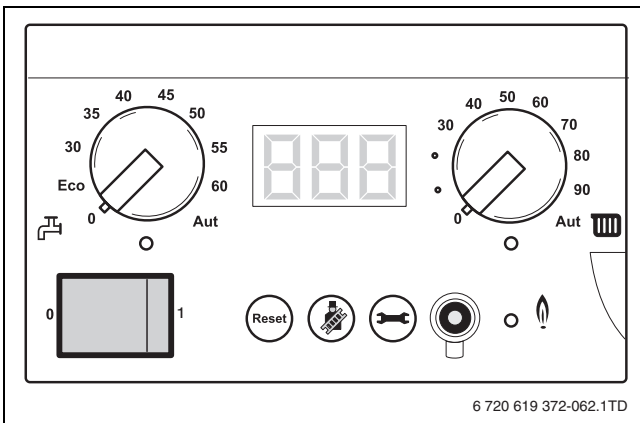

Bild 65 Heizungsanlage spannungslos schalten
- Heizungsanlage spannungslos schalten (→ Bild 65).